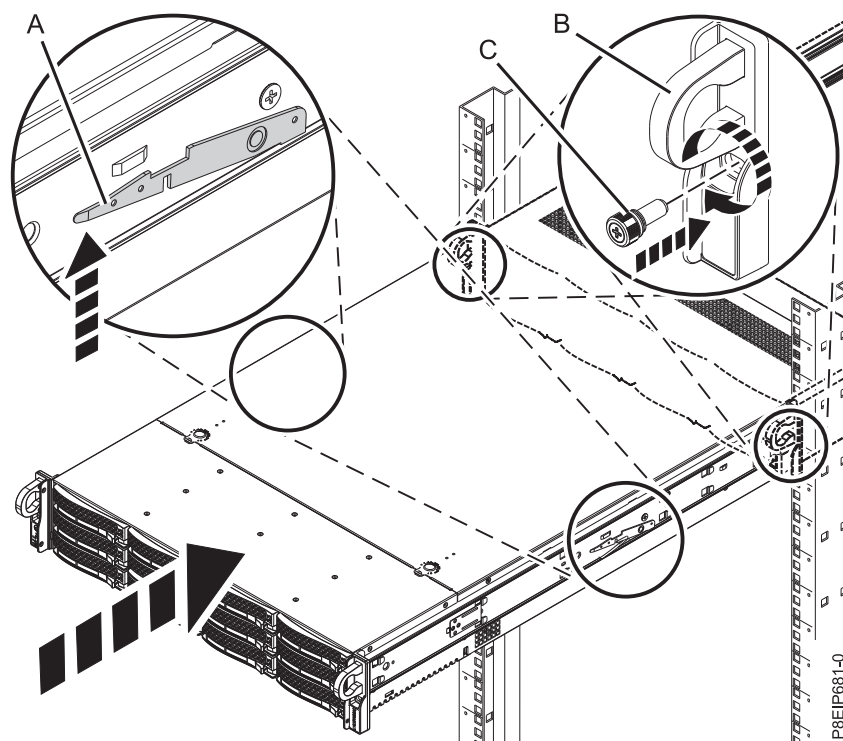

Figure 99. Mise en position de fonctionnement du système
4. Libérez les loquets de sécurité des glissières (A) en les soulevant, comme illustré dans la figure 99, puis insérez le système complètement dans l'armoire.